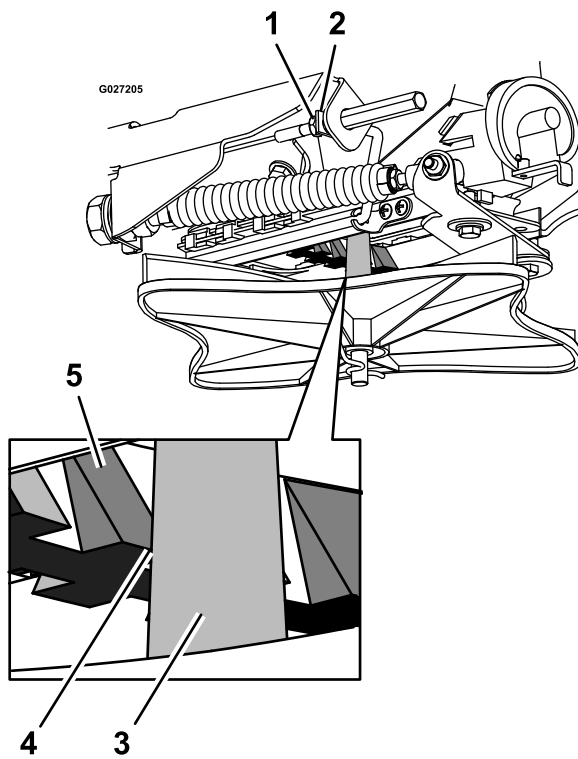

図 99
5. パターン制御ケーブルの端にあるジャムナットをゆるめる 図 99。
6. リンクロッドを引っ張って、ランプの歯とインペラシャフトの間の距離が 3.2 mm になるようにする 図 99。
7. ジャムナットを締める 図 99。